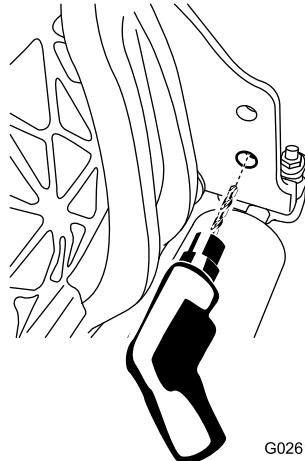

Bild 4
1. Vergrößern Sie das untere Loch auf der rechten Seite der Schneideeinheit mit einem 9-mm-Bohrer (23/64") (Bild 4).